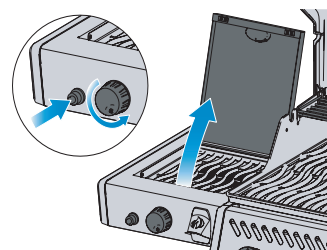

Fig. 3
4. Se il bruciatore non si accende, ruotare la manopola di comando del bruciatore in senso orario in posizione OFF. Attendere 5 minuti. Ripetere i passaggi 2 e 3. (Fig. 3)